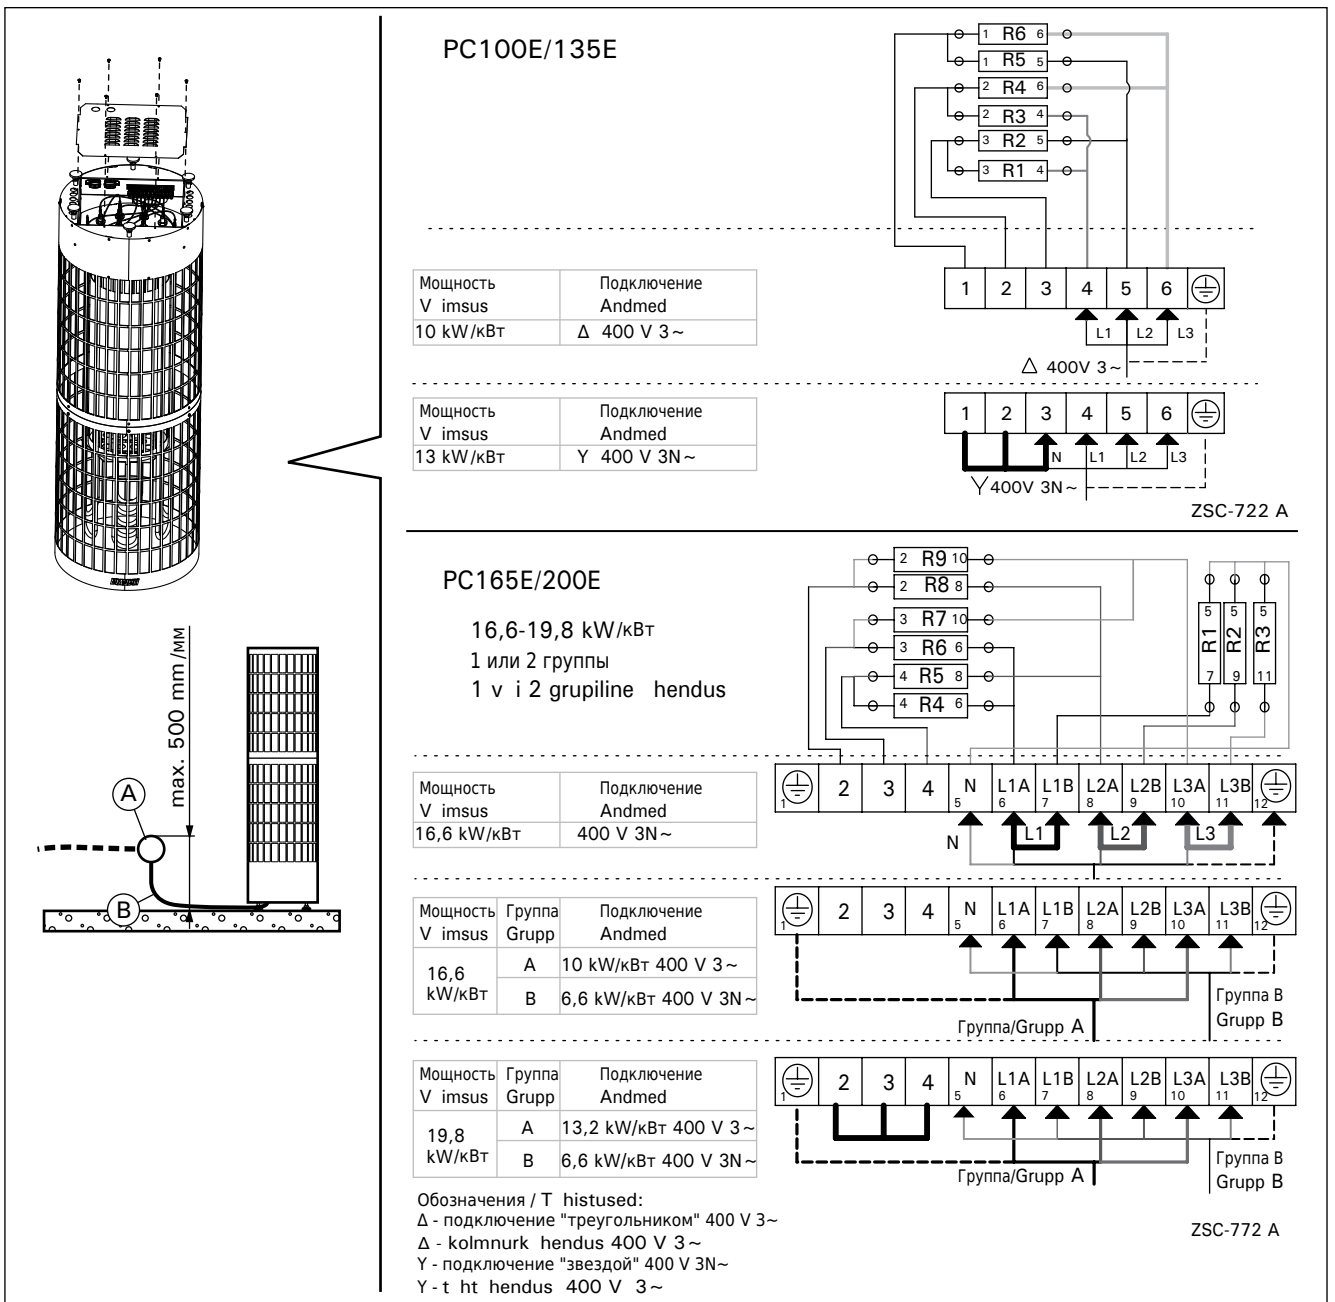

Рисунок 5. Электромонтаж
- Каменка гибким проводом подсоединяется к соединительной коробке (рис. 5: A) на стене сауны. Соединительная коробка должна быть брызгозащищенной и находиться на расстоянии не более 500 мм от пола.
- В качестве кабеля (рис. 5: B) следует использовать резиновый кабель типа H07RN-F или подобный. **ВНИМАНИЕ! Использование кабеля с ПВХ-изоляцией запрещено вследствие его разрушения под воздействием тепла.**